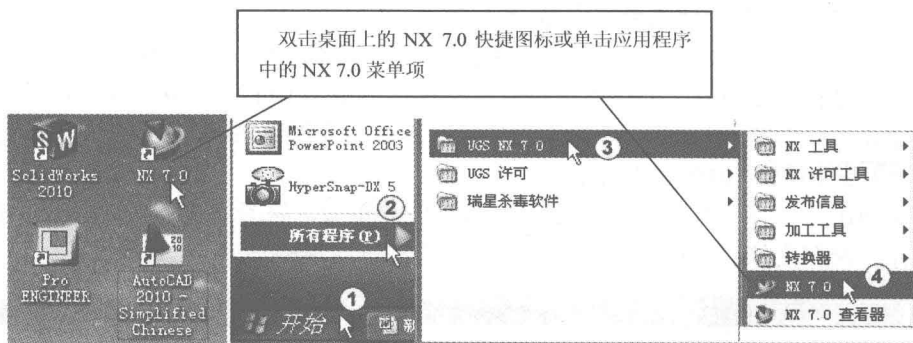
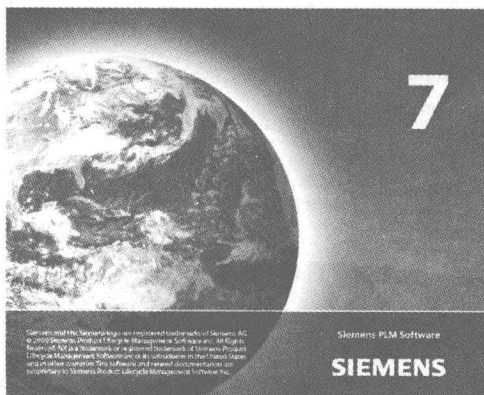
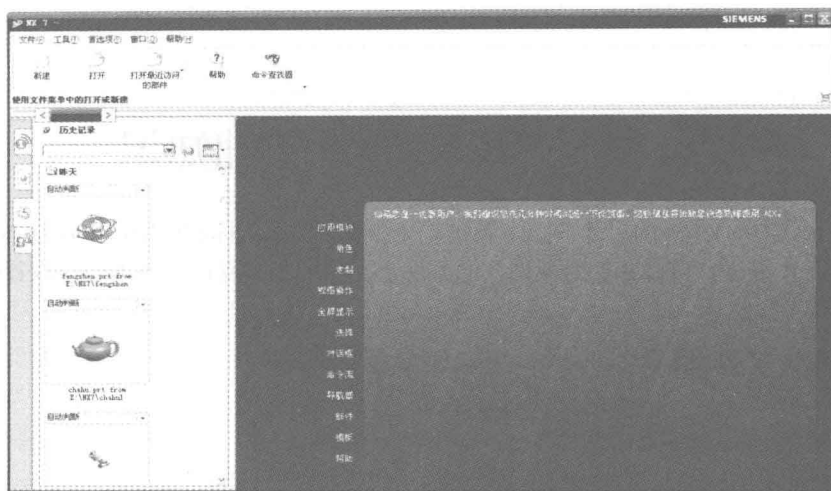

图 1-1 双击桌面快捷图标或单击应用程序中的 NX 7.0 菜单项
图 1-2 UG NX 7.0 启动界面
图 1-3 启动后的 NX 7 界面
单击桌面上的 NX 7.0 快捷启动图标，或者单击“开始”→“所有程序”→“UGS NX 7.0”→“NX 7.0”，如图 1-1 所示。系统加载 UG NX 7.0 启动程序，屏幕上出现启动界面，如图 1-2 所示。启动后的 UG NX 7.0 界面如图 1-3 所示。
当以正常启动方式进入 UG NX 7.0 后，系统仅显示标准工具条，如图 1-3 所示，这时的界面并非工作界面。直接单击“新建”按钮或者单击菜单“文件”→“新建”命令或者使用快捷键〈Ctrl+N〉，系统将弹出“文件新建”对话框。在“名称”文本框中输入文件名，在“文件夹”文本框中指定文件的存放位置，在“单位”下拉列表中选择单位是“毫米”还是“英寸”，然后单击“确定”按钮，如图 1-14 中①②③④所示。系统就进入了“基本环境”模块。